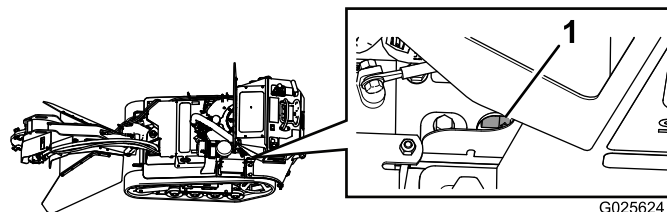

Figura 40
**Nota:** A válvula de bloqueio do combustível é também acessível através da estrutura, atrás da bateria (Figura 40).